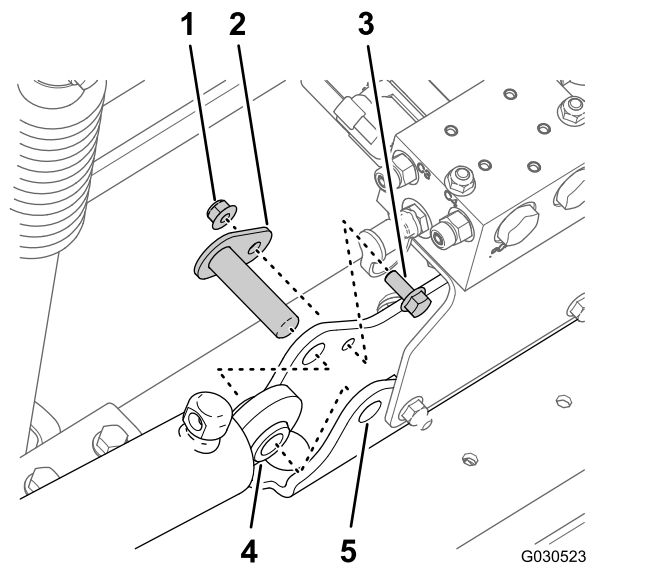

Рисунок 41
- Удалите фланцевую контргайку (5/16 дюйма) и болт с фланцевой головкой (5/16 x 3/4 дюйма), которые крепят ось поворота к креплению цилиндра (Рисунок 41).
- Снимите ось поворота и подъемный цилиндр с машины (Рисунок 41).